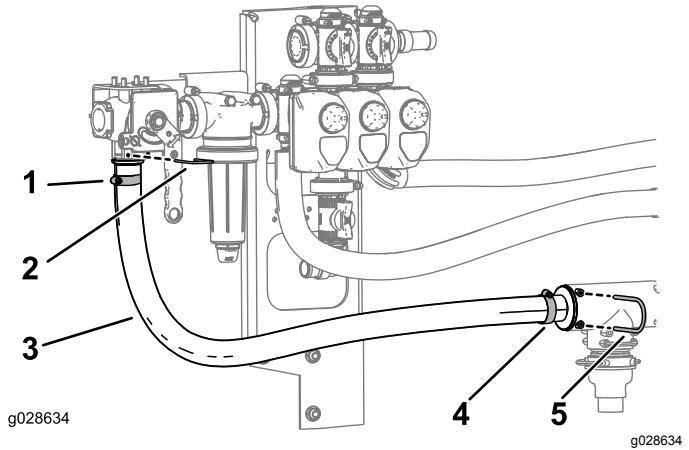

Figura 22
5. Encaminhe e fixe o conjunto do tubo de pressāo, conforme indicado na Figura 22.